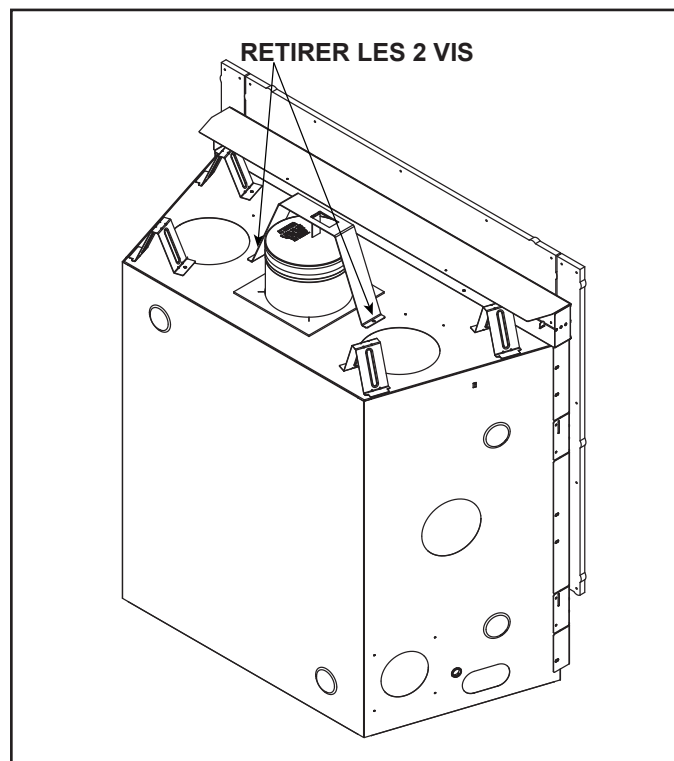

Figure 6.3 COSMO32-IFT-B - Support d'expédition en position d'expédition
1. Enlevez les deux vis pour retirer le support d'expédition. Jetez le support d'expédition. Voir la figure 6.3.